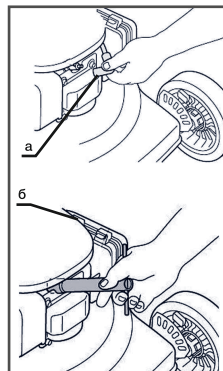

рис. 18
- Отсоедините кабель свечи - рис.18 (а)
- Выкрутите свечу при помощи специального ключа - рис.18 (б).